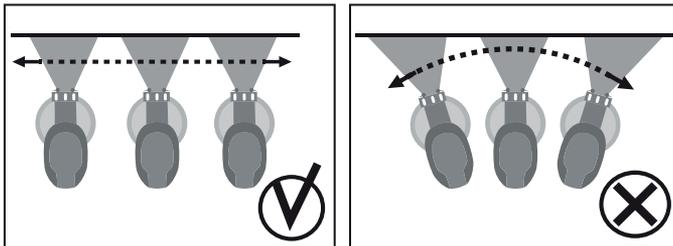

Рис. 4
1. Нажмите кнопку разблокировки (3) для включения питания. Установите изделие на расстоянии 25-30 см от окрашиваемой поверхности. Включите изделие нажав курок выключателя (2).
Примечание! Регулировка расхода материала зависит от степени нажатия на выключатель (2). Максимальный расход определяется регулятором (1). Начните равномерно вести изделие вдоль окрашиваемой поверхности, держа распылитель строго перпендикулярно ей. (Рис. 4).